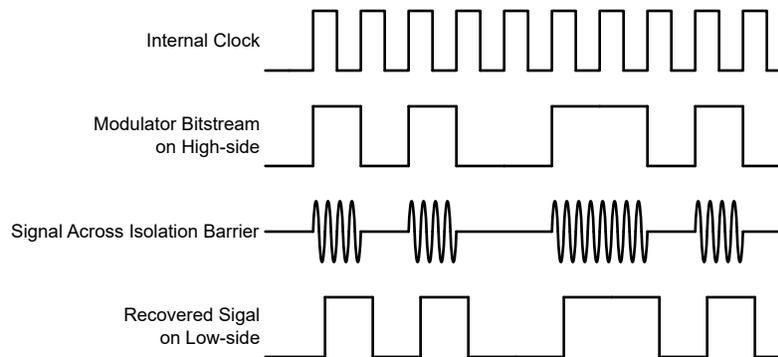

図 7-1. OOK ベースの変調方式
図 7-1 に示されているように、AMC0x11D は、オン / オフ キーイング (OOK) 変調方式を使用して、変調器の出力ビットストリームを、 SiO_2 ベースの絶縁膜間で伝送します。送信ドライバ (TX) を 機能ブロック図 示します。TX は、内部で生成された高周波キャリアを絶縁バリア越しに送信し、デジタル 1 を表現します。ただし、TX はデジタル 0 を表す信号を送信しません。AMC0x11D で使用されるキャリアの公称周波数は 480MHz です。